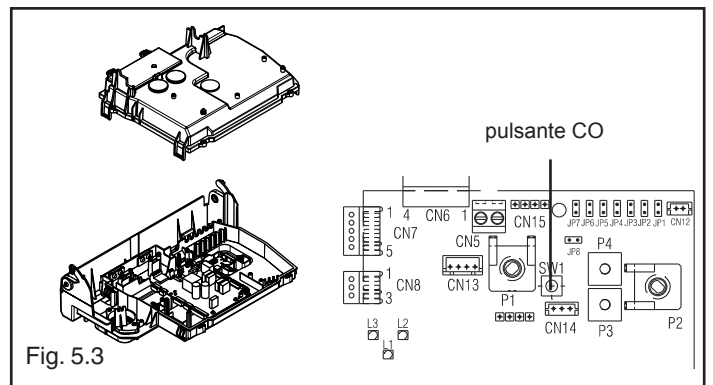

Fig. 5.3
- rimuovere la copertura scheda per accedere al pulsante "CO" (Fig. 5.3)
- Premere una volta il pulsante "CO" (Fig. 5.3)